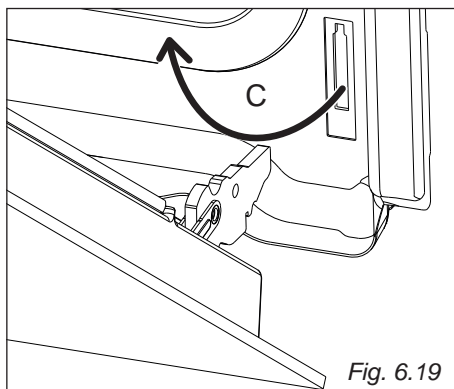

Fig. 6.19
- Estrarre i ganci delle cerniere (destra e sinistra) dal loro alloggiamento (freccia "C" - fig. 6.19).